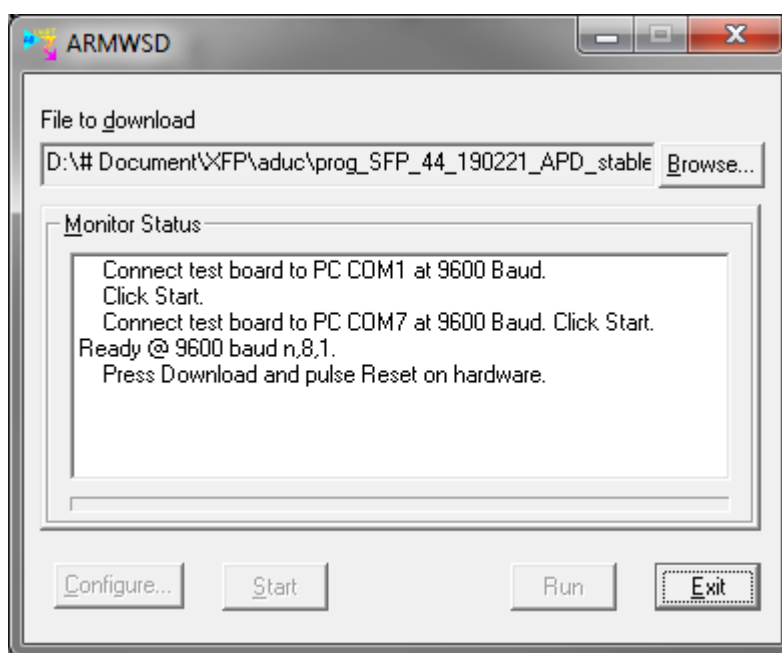

Рисунок 7 – Отображение информации по процедуре прошивки
1) Нажать кнопку «Start». При верном развитии ситуации в текстовом окне программы добавится надпись, изображённая на рисунок 7.